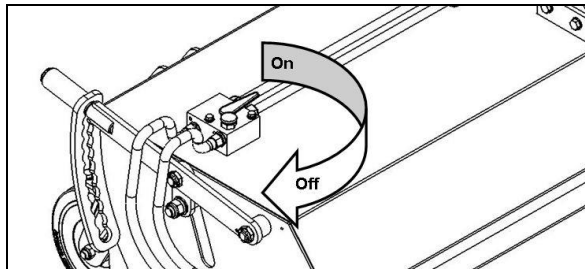
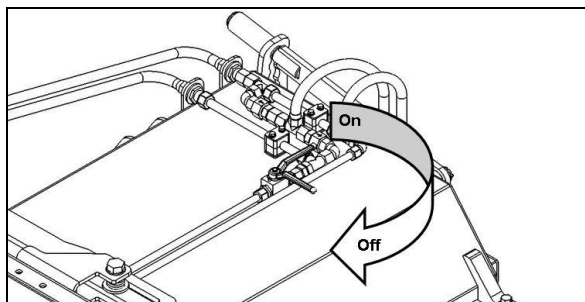

Fig. 4.31
Fig. 4.32
- Fermer les vannes d'arrêt vers le moteur hydraulique de la brosse latérale (fig. 4.31) et vers le vérin hydraulique de vidage du bac de ramassage (fig. 4.32).
- Les roues d'appui (1) doivent être dirigées vers l'arrière.